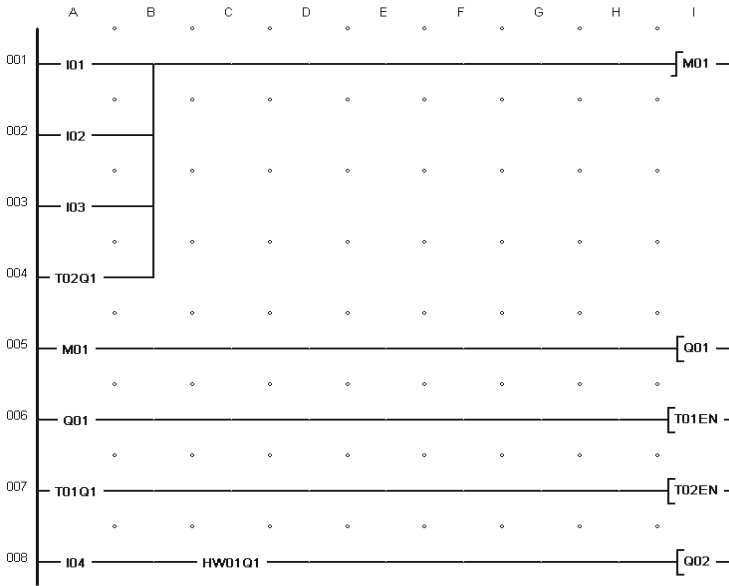

Рис. 9.9. Схема соединений №3
Схема соединений (программа, рис. 9.9). При нажатии любой из кнопок SB1, SB2, SB3 перепадом логического сигнала с «0» на «1» на любом из входов I1, I2, I3 переключается импульсное промежуточное реле M01. Последнее, воздействуя через свой замыкающий контакт на катушку Q01, включает или отключает соответствующий выходной контакт реле Q1, и напряжение питающей сети поступает на лампы или снимается с них. При срабатывании замыкающего контакта Q01 (строка 6 рис. 9.9) запускается реле времени T01, уставка которого определяет время, через которое лампы будут отключены автоматически, если они не были отключены вручную. Реле настраивается с выдержкой времени на замыкание контакта T01Q1. После его замыкания запускается реле времени T02, которое настроено на единичный импульс продолжительностью 0,5 с. В течение этого времени будет замкнут контакт T02Q1, что вызовет переключение промежуточного реле M01, отключение выходного контакта реле Q1 и включение ламп.
Порядок выполнения лабораторной работы. В программе EASY-SOFT в режиме **Схема соединений** собрать схему, представленную на рис. 9.9. Установить выдержку времени реле T01 на замыкание контакта 30 с, а реле T02 – на единичный импульс продолжительностью 0,5 с. Перейти в режим **Имитация**. В панели инструментов во вкладке **Принцип работы I/R** установить контакты I1, I2, I3 как замыкающие без фиксации, а контакт I4 – с фиксацией. Щелчком по кнопке **Показание** выбрать в открывшемся меню вывод на индикацию выходов реле (Q). Открыть вкладку **Входы I** и включить выполнение режима **Имитация**. Щелкая последовательно по изображениям контактов I1, I2, I3 во вкладке **Входы I**, наблюдать в панели свойств последовательность изменения состояний выхода Q1, которые соответствуют включению и отключению ламп. Не подавая команду на отключение, сделать паузу продолжительностью более 30 с и наблюдать, как состояние выхода Q1 перейдет в логический «0» через 30 с. что соответствует автоматическому отключению ламп. Вернуться к режиму **Схема соединений** и настроить недельный таймер HW01 на желаемое время включения с учетом времени проведения лабораторной работы. Перейти снова в режим **Имитация** и наблюдать возможность включения ламп с использованием выхода Q2 при нажатии кнопки с изображением контакта I4.